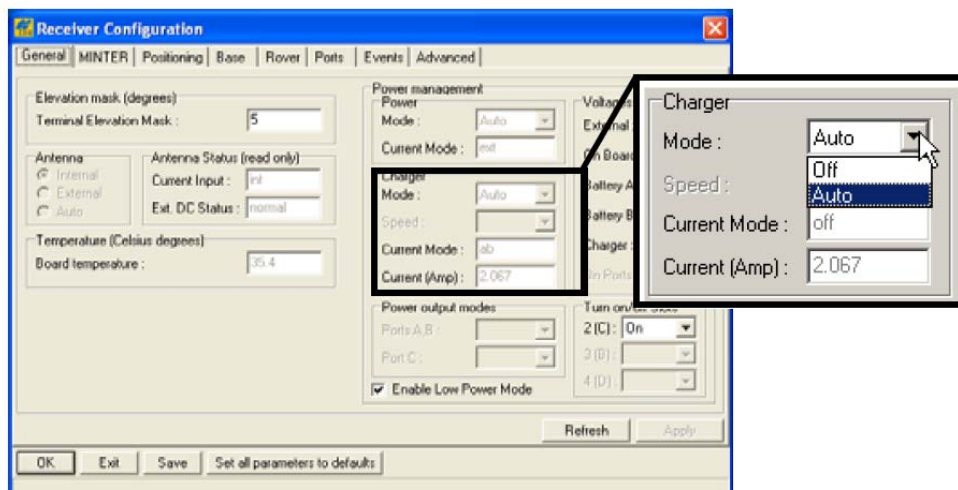

Рисунок 2-10. Выбор режима зарядного устройства
4. В области *Charger (Зарядное устройство)* щелкните на выпадающем списке *Mode (Режим)* и выберите в нем нужный режим зарядки (см. рис. 2-10). Поле *Current Mode (Текущий режим)* указывает на заряжающуюся батарею: а, в или off (батареи не заряжаются).